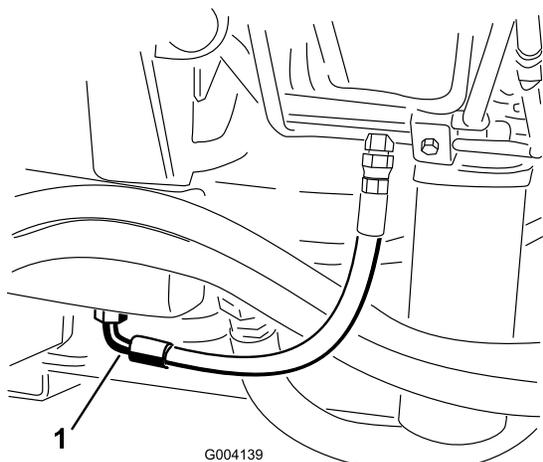

Рисунок 78
2. Установите большой сливной поддон под штуцер, расположенный в нижней части бака с гидравлической жидкостью (Рисунок 78).